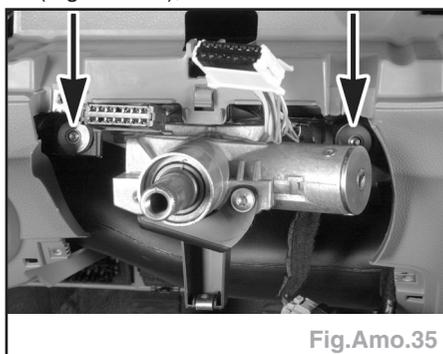

Fig.Amo.35
- Décliper la prise de diagnostic (2).
- les vis sur la colonne de direction (Fig.Amo.35),